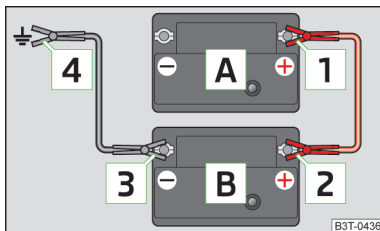

Fig. 121
- Sæt den ene ende **1** » Fig. 121 fast på pluspolen på det afladede batteri **A**.
- Sæt den ene ende **3** » Fig. 121 fast på minuspolen på det strømgivende batteri **B**.